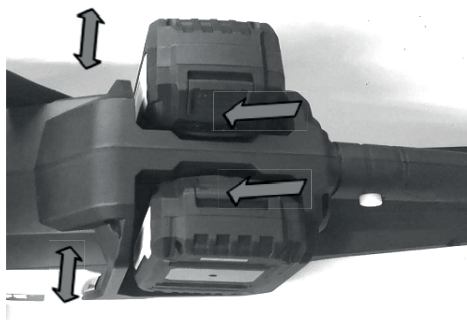

Рисунок 8. Встановлення та зняття акумуляторної батареї.
3. Для встановлення акумуляторних батарей поєднати виступ на акумуляторній батареї з напрямною в корпусі виробу та вставити її (2, рис. 8) повністю на місце (3, рис. 1) приєднання, поки вона не зафіксується на місці з невеликим клацанням.
4. Для заняття акумуляторних батарей натиснути на кнопку (1, рис. 8) на передній частині акумуляторної батареї та зняти її (2, рис. 8) з місця (3, рис. 1) приєднання.